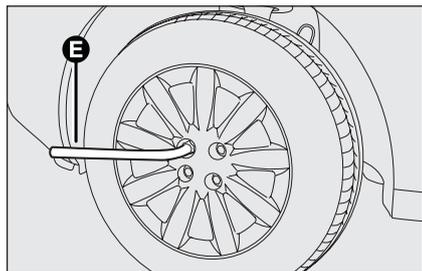

fig. 12
- ❑ allentare di circa un giro i bulloni di fissaggio, utilizzando la chiave in dotazione **E- fig. 12**; per vetture dotate di cerchi in lega, scuotere la vettura per facilitare il distacco del cerchio dal mozzo della ruota;